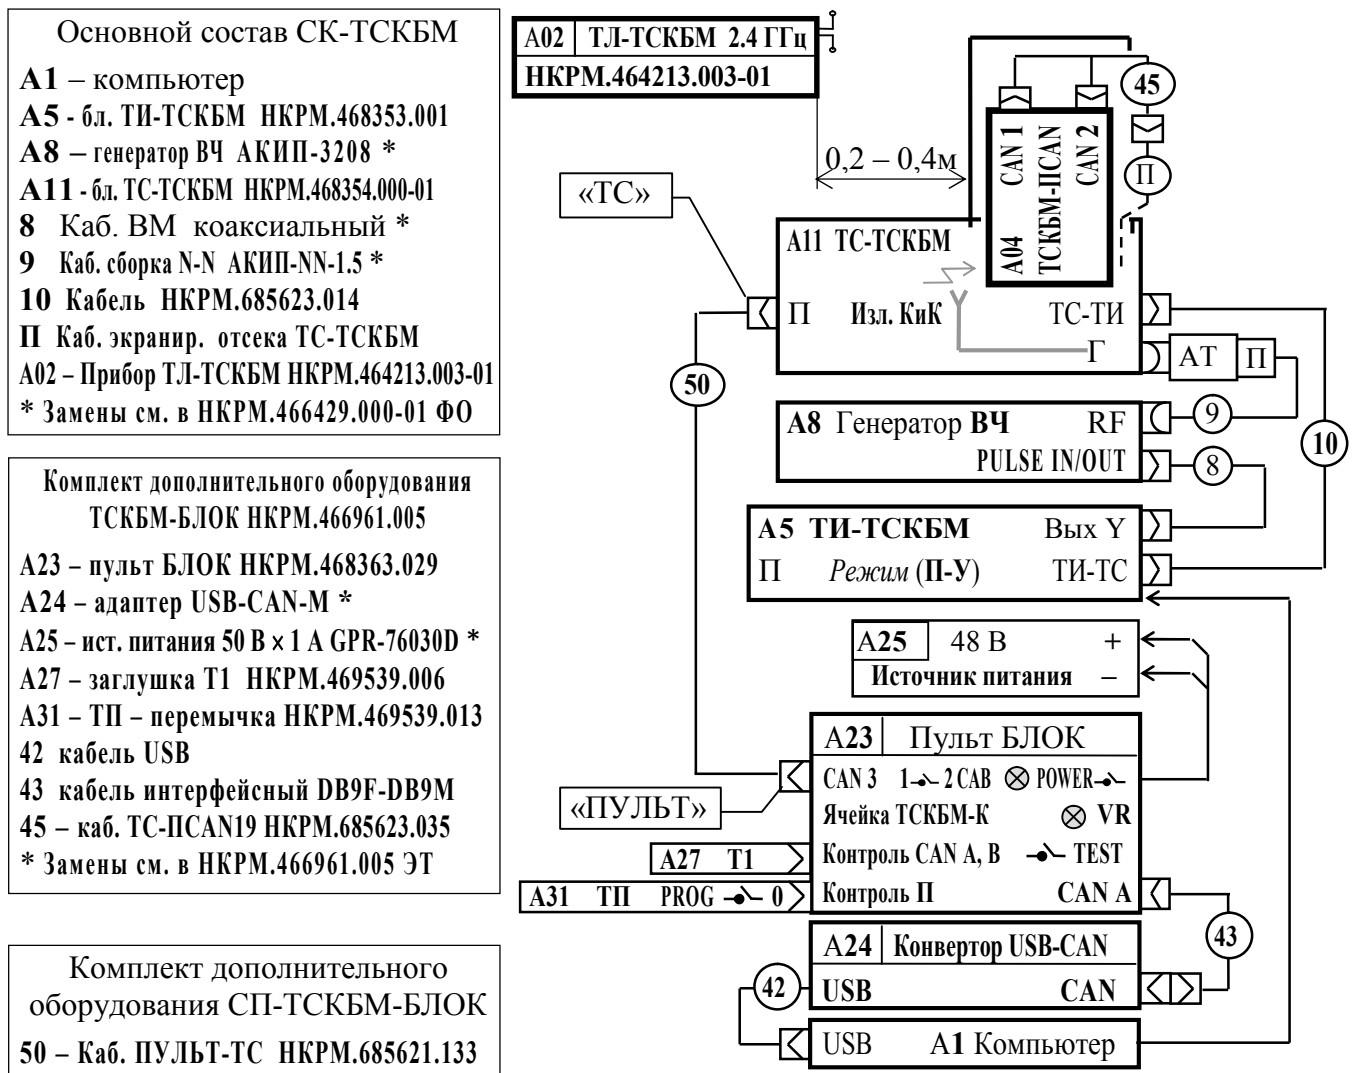

Рисунок 2.4.12.1 – Схема проверки прибора ТСКБМ-ПСАН НКРМ.464333.019, (-00.01).
2) Установите прибор ТСКБМ-ПСАН в экранированный отсек блока ТС-ТСКБМ и подключите его с использованием кабеля 45 ТС-ПСАН19 к кабелю П отсека, см. рисунок 2.4.12.1. Дверца экранированного отсека закрывается и запирается винтами на дверце.